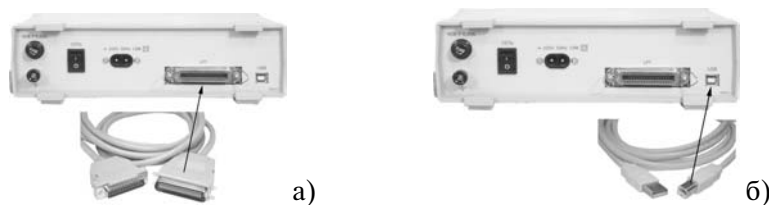

Рис. 3.
- подключить прибор к компьютеру, соединив его с LPT-портом компьютера (порт должен работать в EPP режиме) кабелем DB-25M–CENC-36M, предназначенным для связи с параллельным портом (рис. 3а, кабель не входит в комплект поставки) или с USB-портом компьютера кабелем типа «А-В», предназначенным для связи с USB портом (рис. 3б, кабель входит в комплект поставки).